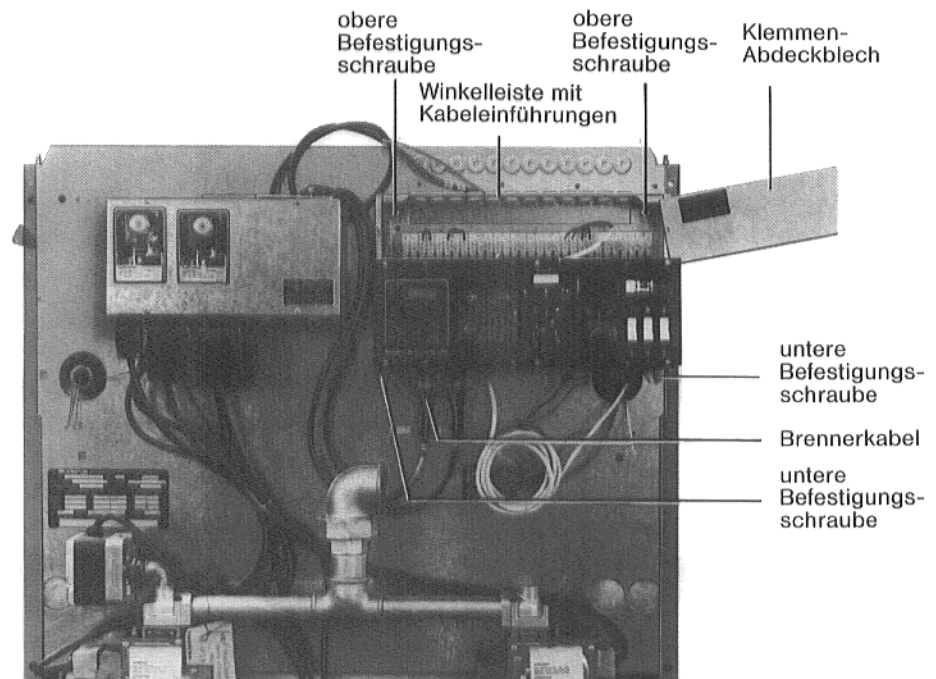

Abb. 15
- Klemmen-Abdeckblech am Schaltkasten abschrauben (Abb. 15).
- Schaltkasten in die oberen Befestigungsschrauben einhängen (Abb. 15).
- Schaltkasten mit unteren Befestigungsschrauben an der Zwischenwand anschrauben (Abb. 15).
- Obere Befestigungsschrauben fest anschrauben (Abb. 15).
Brennerkabel nach Kennzeichnung am Schaltkasten stecken (Abb. 15).